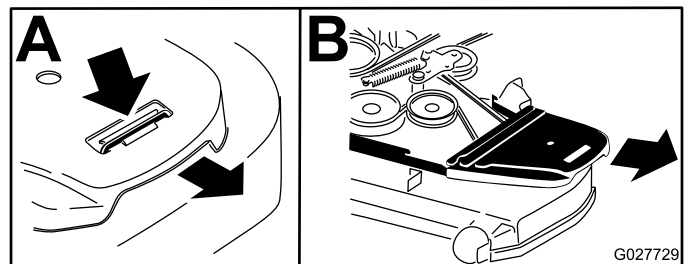

Figura 79
4. Retire las cubiertas de la correa (Figura 79).